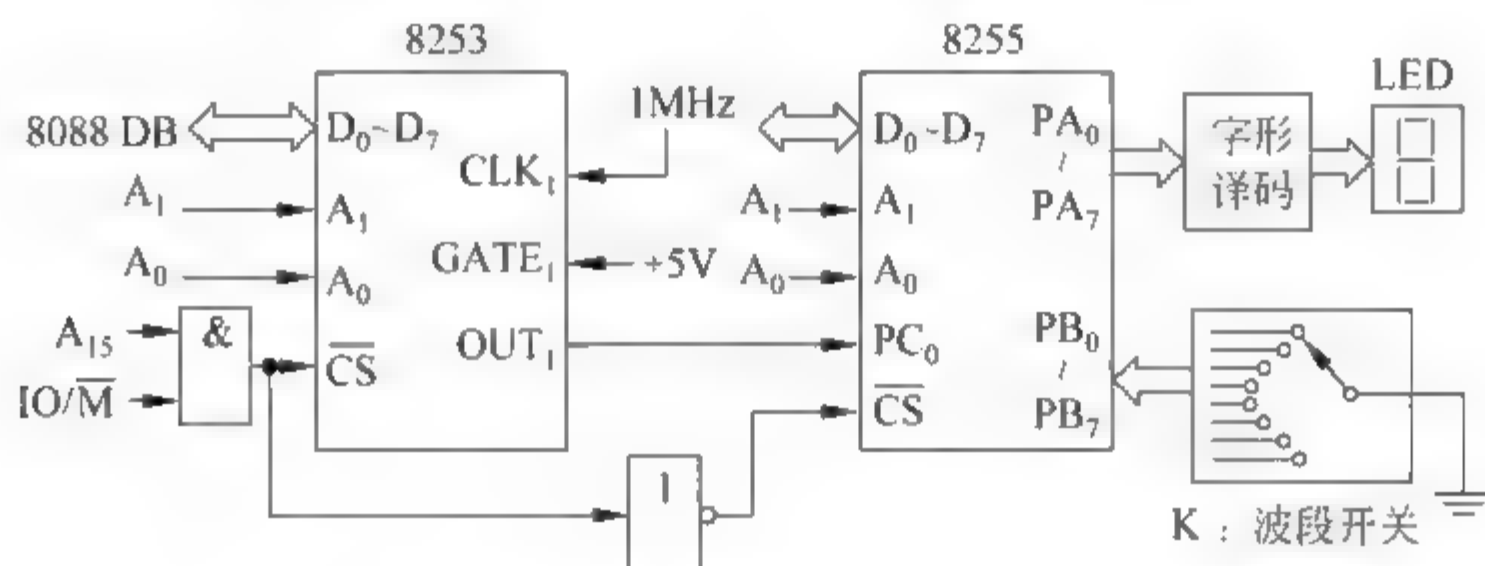

图 7-3 题 7.12 接口电路框图
7.12 已知某 8088 微机系统的 I/O 接口电路框图如图 7-3 所示。试完成以下几点。